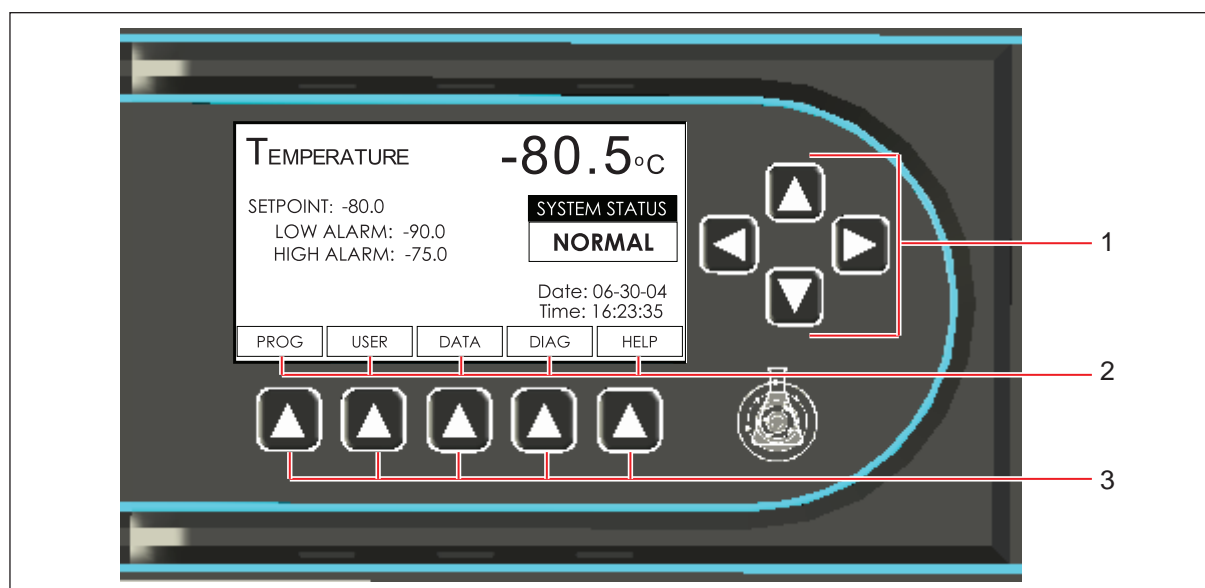

Fig. 5-1: Elementos de comando
Todos os valores nominais ajustáveis e funções são controladas através do teclado do visor (aqui Fig. 5-1 na pág. 21). Quatro teclas direcionais permitem a seleção ou alteração de funções enquanto as teclas do menu permitem o acesso a funções específicas listadas no fundo da tela.
2. Use as teclas direcionais ▲ e ▼, (aqui Fig. 5-1 na pág. 21) para selecionar o valor nominal que deseja configurar.